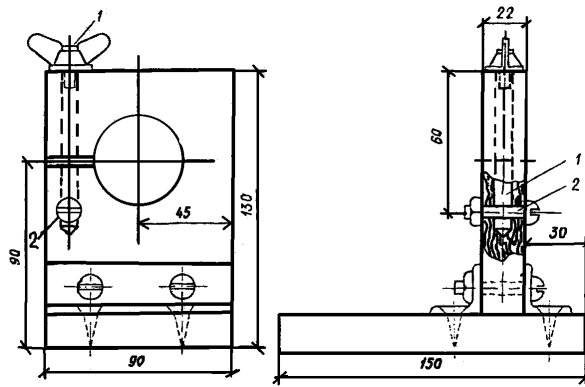

Рис.2
Стойка толщиной 22 мм, в которой крепят двигатель (дрель), склеена из березовой фанеры (рис.2). В ней просверлены отверстия диаметром 43 - 44 мм для установки дрели, а также отверстия для стягивающей шпильки и винта (2), фиксирующего шпильку в корпус стойки. Затем в стойке прорезают паз шириной 2 - 1,5 мм. Стойка с основанием соеди-